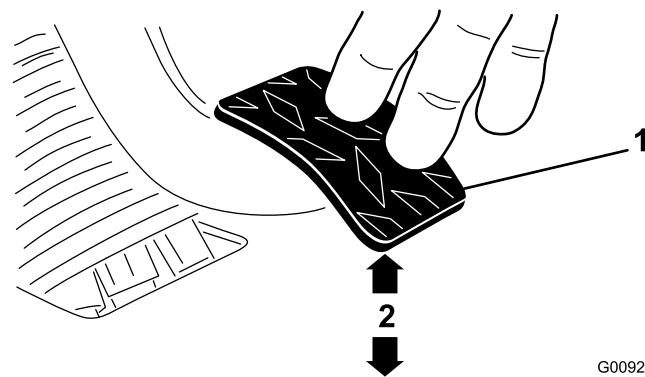

Figure 71
3. Ajustez les écrous de blocage ou la rotule jusqu'à ce que le bord inférieur arrière de la pédale d'embrayage soit à une distance de 9,2 à 9,8 cm du haut du plancher quadrillé quand une force de 1,8 kg est appliquée sur la pédale (Figure 71).